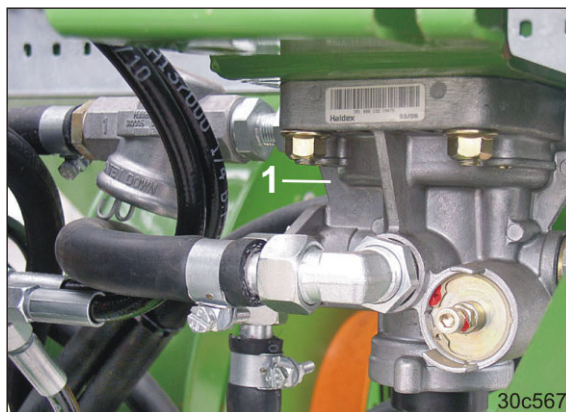

Рис. 132
- тормозной клапан прицепа (Рис. 132/1)